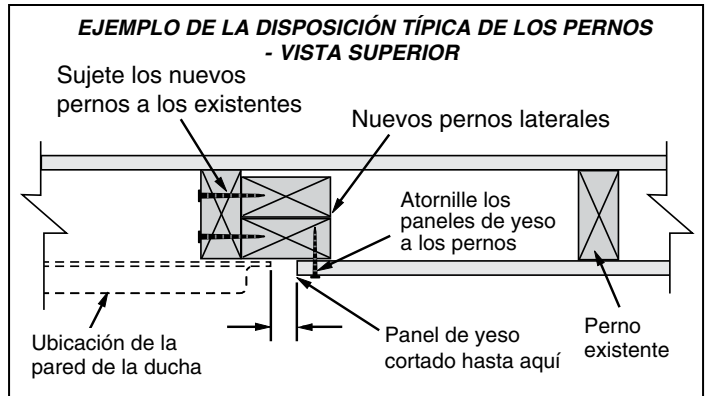

Figura 3
- 2 Instale los pernos para dar soporte para la unión de la brida y los paneles de yeso (figura 3)